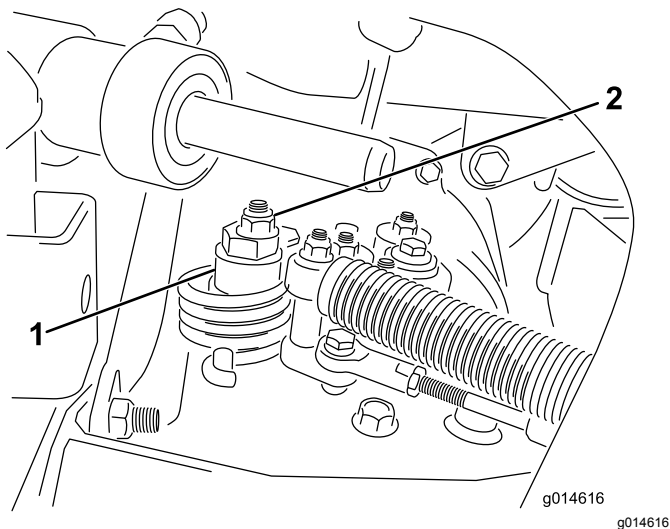

Bild 44
- A. Lösen Sie die Mutter, mit der der Exzenter oben am Hydrostat befestigt ist (Bild 44).
- C. Drehen Sie den Exzenter, bis kein Kriechen in jeder Richtung auftritt. Ziehen Sie die Schraube fest, wenn sich das Rad nicht mehr dreht, um den Exzenter und die Einstellung zu arretieren (Bild 44).